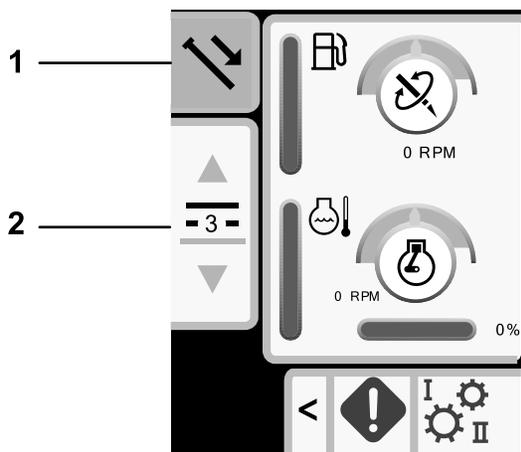

Рисунок 28
1. Нажмите кнопку 1 для выбора опции проталкивания трубы (Рисунок 28).
2. Нажмите кнопки 2 и 3 для выбора ряда, откуда вы хотите взять трубу (Рисунок 28).